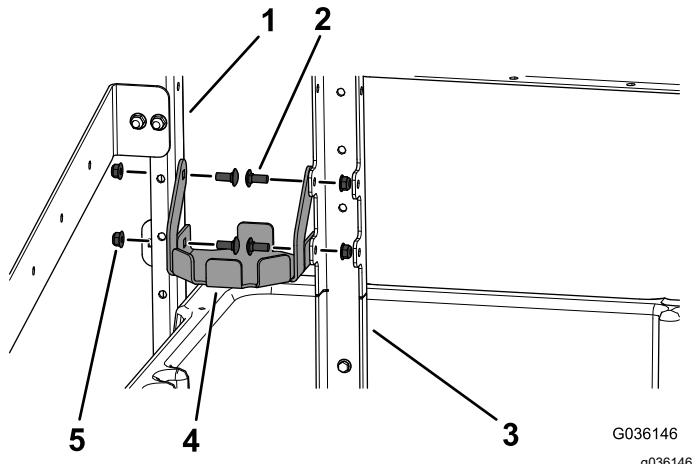

Bild 9
8. Befestigen Sie die Befestigung für den Feuerlöscher mit vier Schlossschrauben (5/16" x $\frac{3}{4}$ ") und vier Bundmuttern (5/16") an der aufrechten Rahmenhalterung an der Seite und der aufrechten Halterung vorne, wie in Bild 9 abgebildet.